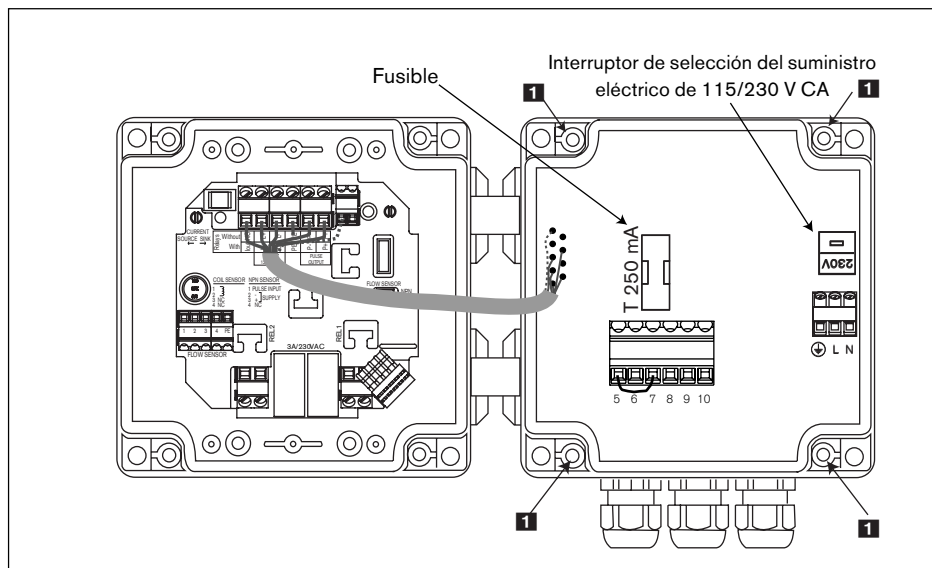

Fig. 3.4 Instalación de la versión de montaje mural del modelo 8025
3.2.3 Versión de montaje mural (fig. 3.4)